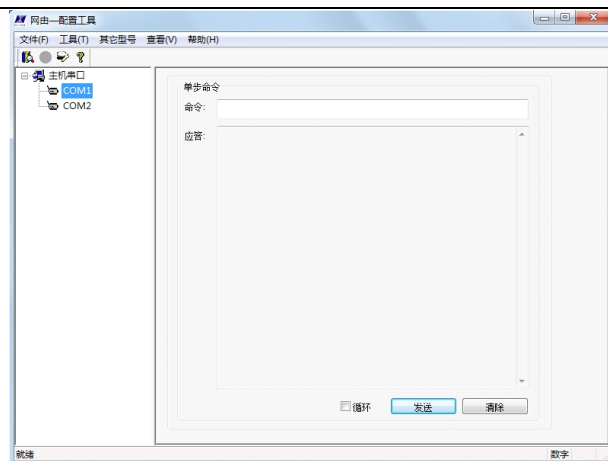

图 6-4
- 5、对于 JZH-XXX-D 系列产品, 点击  工具（工具栏第三个）进入等待状态, 如图 6-4 所示；